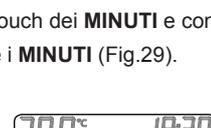

Fig.30
**GIORNO:** premere la zona touch dei **GIORNI** e con i tasti  $\triangleleft$  e  $\triangleright$  impostare il **GIORNO** attuale (Fig.30).